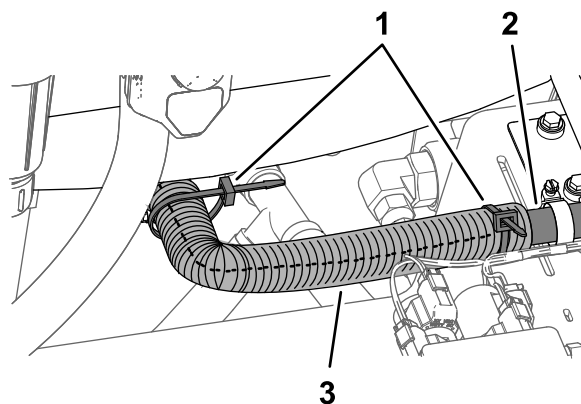

Figura 31
- Coloque el tubo corrugado partido sobre la manguera de 43,3 cm, entre el depósito de enjuague y la bomba del depósito de enjuague, y sujete el tubo con 2 bridas (Figura 31).